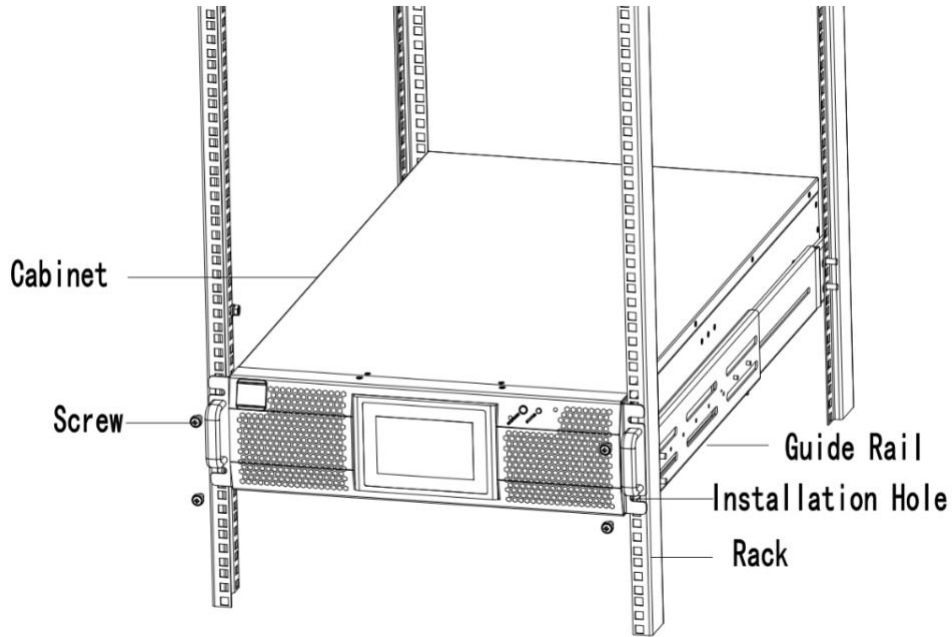

Fig. 2-3 Instalación montada en bastidor
(1) Instale el riel de guía
(2) Coloque el SAI y el armario de baterías en el riel guía, fije las unidades al bastidor de servicio, como se muestra en la Fig. 2-3.